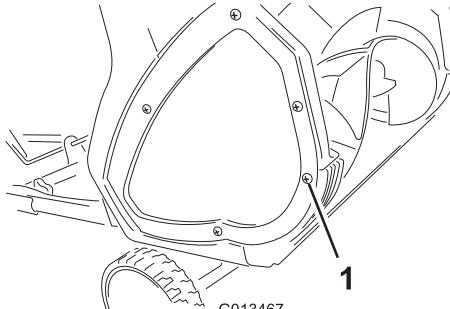
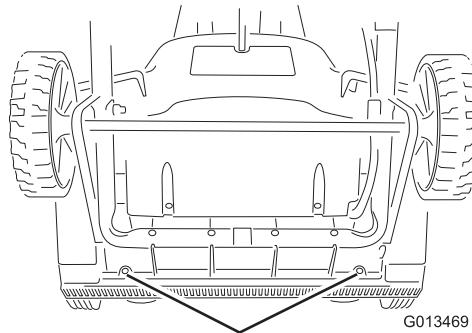

Figure 13
Figure 14
1. Retirez la vis de chaque plaque latérale de fixation de la lame racleuse (Figure 13) et les 2 vis sous la machine (Figure 14) qui fixent la lame racleuse à la machine.